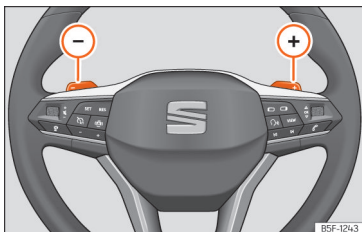

Fig. 89 Volante: alavancas para mudança automática de velocidades.
- Pressione a alavanca de mudanças (+) para engrenar uma velocidade mais alta »» Fig. 89.